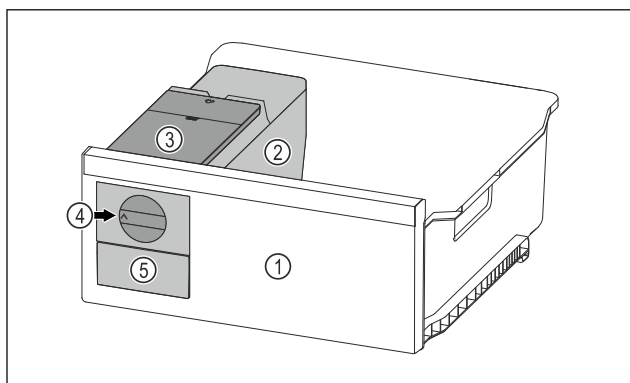

Fig. 74 Ilustrační zobrazení
- ▶ Otočte otočný knoflík Fig. 74 (4) ve směru hodinových ručiček až na doraz.
- ▶ Kostky ledu padají z misky na kostky ledu do zásuvky na kostky ledu Fig. 74 (5).